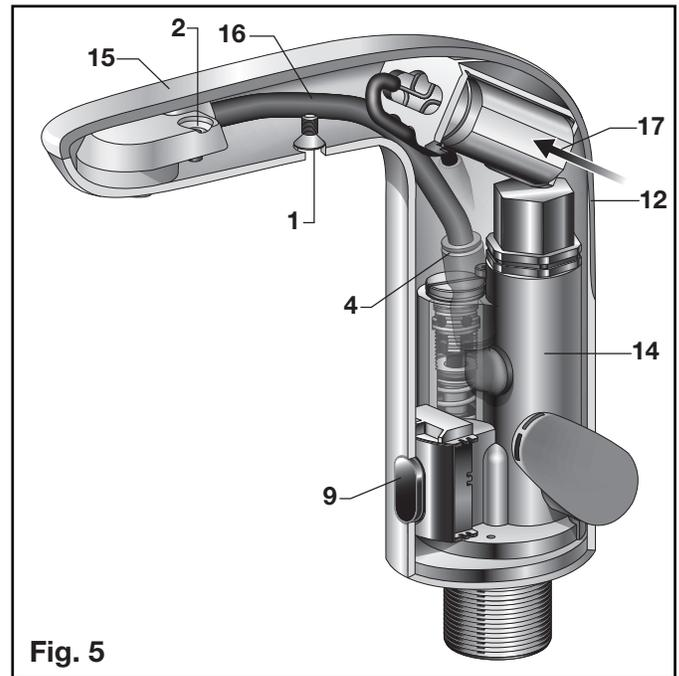

Fig. 5
B REEMPLAZAR LA BATERÍA; Fig. 5, 6
3. Empuje la BATERÍA (17) hacia adelante y jálala para retirarla. (Fig. 5)
C CAMBIAR EL RANGO DEL SENSOR; Fig. 5, 6